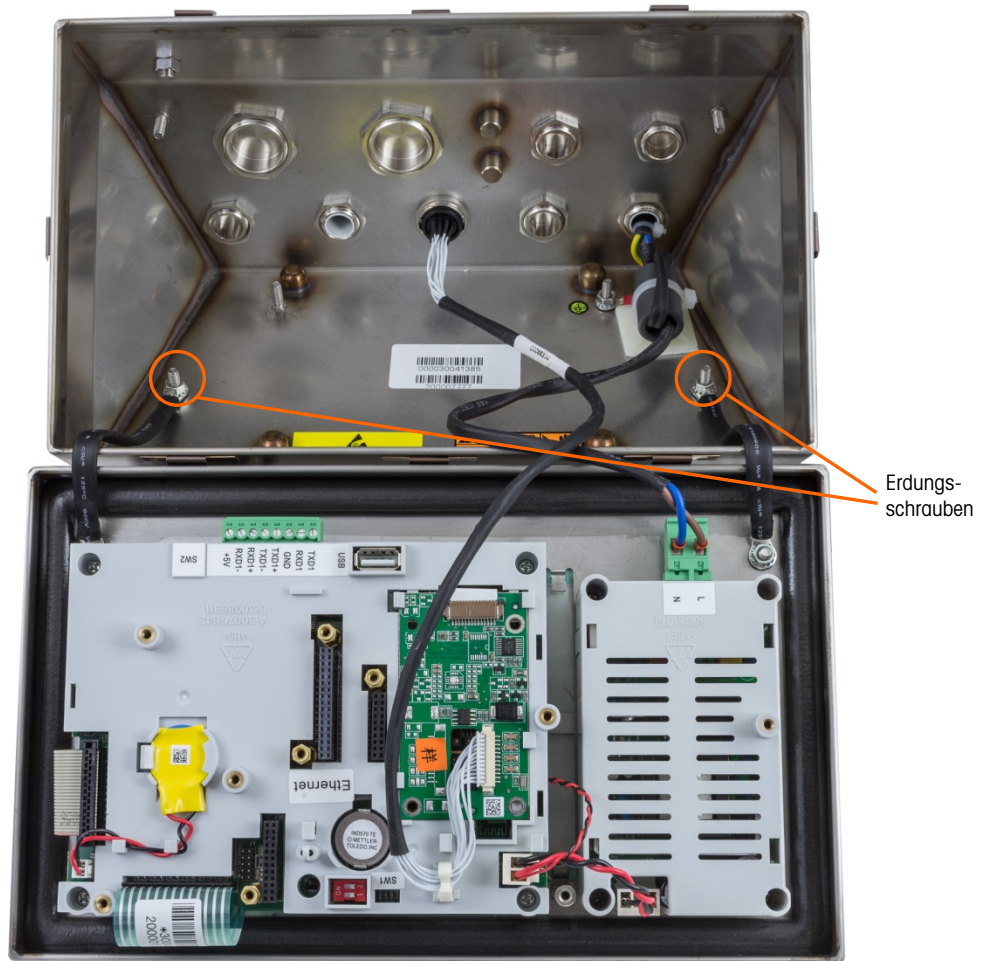

Abbildung 2-13: Lösen der Erdungsbänder
- B. Schrauben Sie die beiden Muttern ab, die die beiden Erdungsbänder halten (diese dienen zugleich als Scharnier für die Frontplatte) und die Verbindung mit dem hinteren Gehäuse herstellen. Siehe Abbildung 2-13.